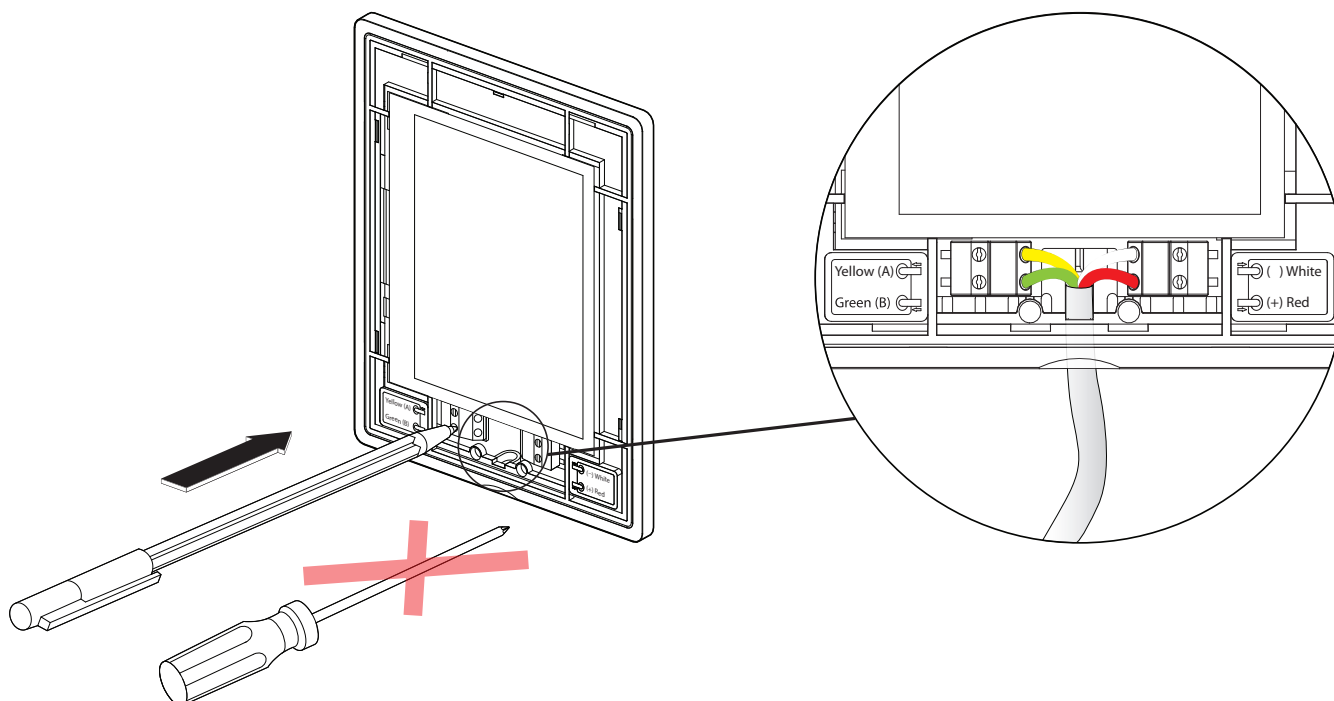

Fig. 16. Kabelforbindelse til kontrollpanelet
- **DX (15–16)** – styresignal for kjøle-/varmebatteri med ekstern direkte ekspansjon (DX).
- Styrepanel (se fig. 16).